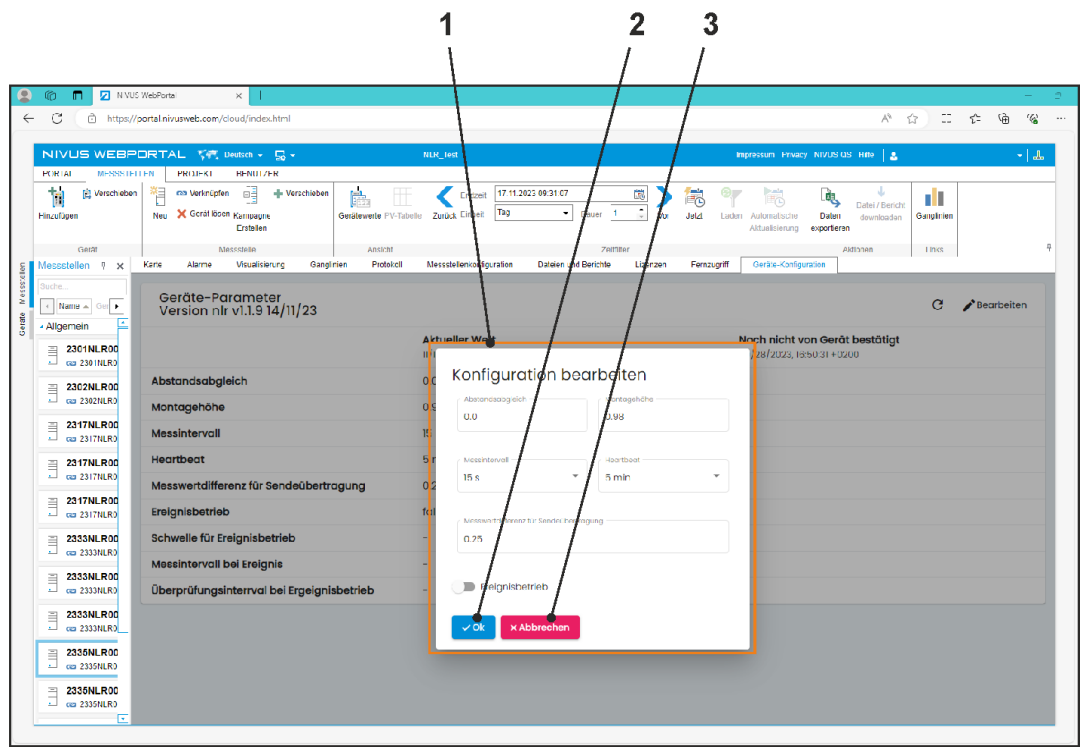

Abb. 31-2 Parameter des Sensors im NIVUS WebPortal bearbeiten
Ein Bearbeitungsfenster (Abb. 31-2 Pos. 1) öffnet sich und die Werte können dort verändert werden.
2. „OK“ (Abb. 31-2 Pos. 2) drücken zum Speichern der eingetragenen Parameter und notieren in der rechten Spalte „Noch nicht von Gerät bestätigt“.
„Abbrechen“ (Abb. 31-2 Pos. 3) drücken zum Abbruch des Bearbeitungsvorgangs,